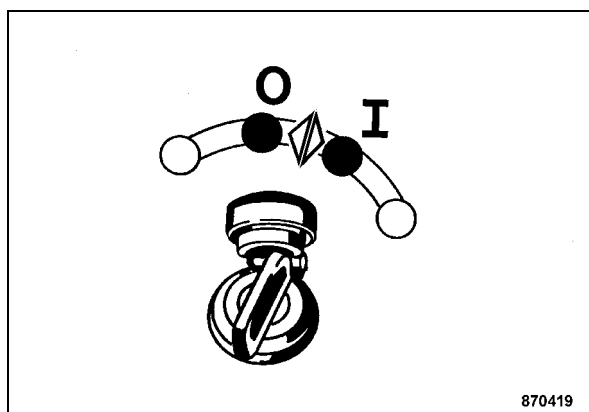

Fig. 110
- Desconectar el encendido y volver a conectarlo (Fig. 110).